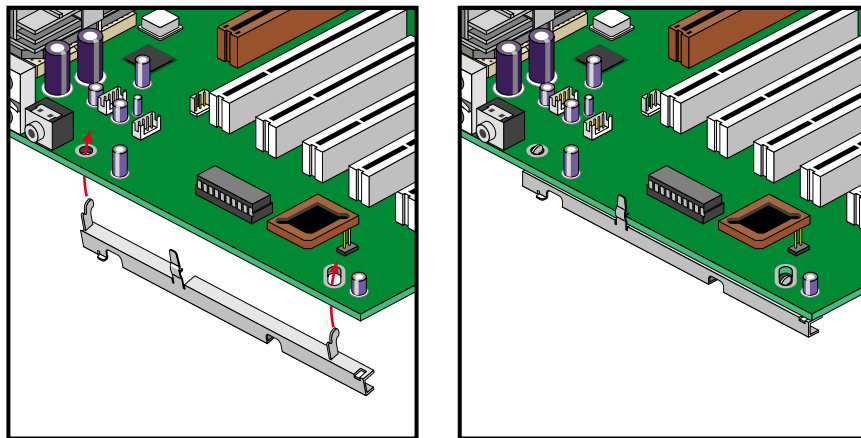

図2-23 システムボードに固定ブラケットをはめる
1. システムボードに固定ブラケットを装着するには、固定フックをシステムボードの穴に入れ、解除クリップをボード上にはめます。図2-23 にその手順を図示します。